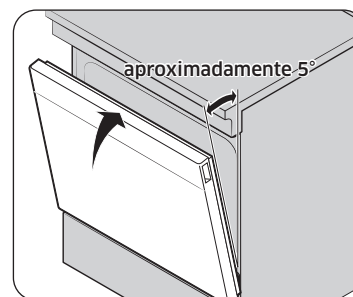

Fig. 1
4. Cierre la puerta a la posición para quitarla, que es aproximadamente a 5 grados de la posición vertical (fig. 1).